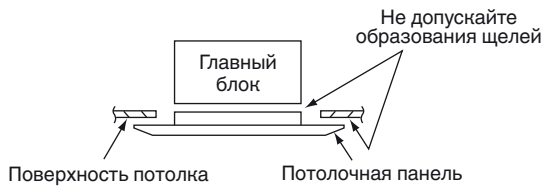

Рис. 7-9
- (4) Проверьте, плотно ли прикреплена панель к потолку.
- При этом убедитесь в отсутствии щелей между блоком и потолочной панелью или между потолочной панелью и поверхностью потолка. (Рис. 7-9)